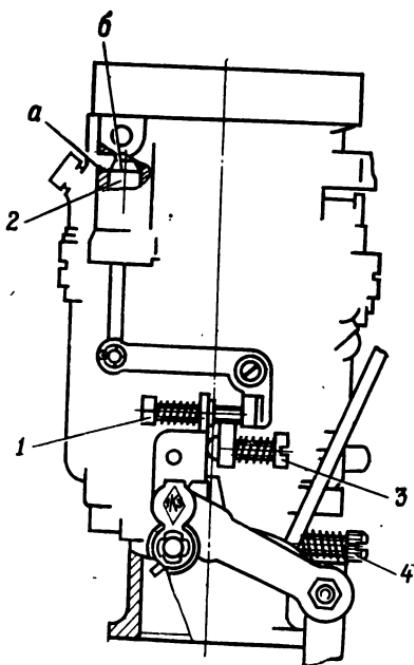

Рис. 20. Регулировочные винты карбюратора:
1. Винтом 3 (рис. 20) предварительно установить обороты холостого хода, равные 550—600 в минуту.